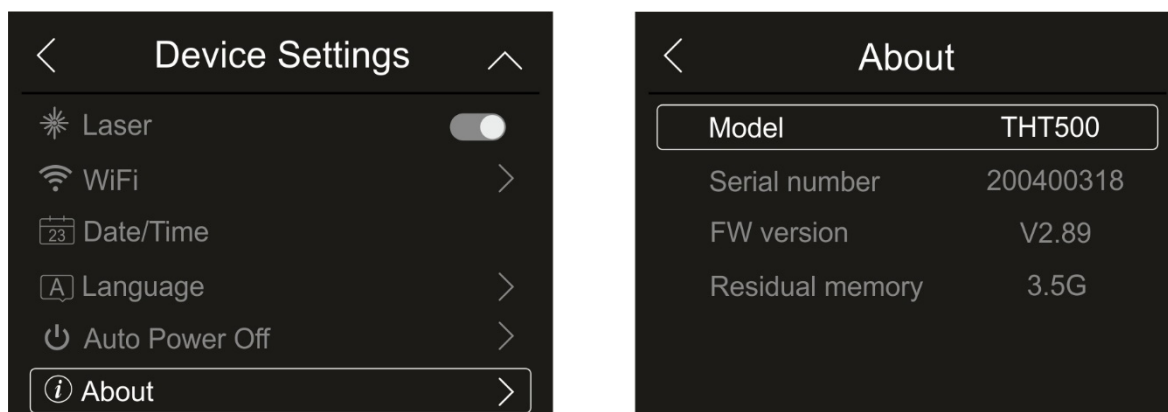

Fig. 22: Informations sur l'instrument
1. Appuyez sur l'élément «About» pour obtenir des informations sur l'instrument concernant : le modèle, le numéro de série, la version du FW interne et la mémoire disponible restante. La page-écran de la Fig. 22 – partie droite s'affiche à l'écran :